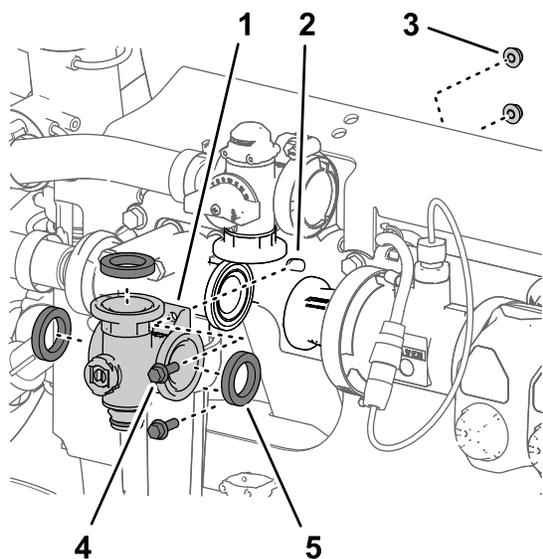
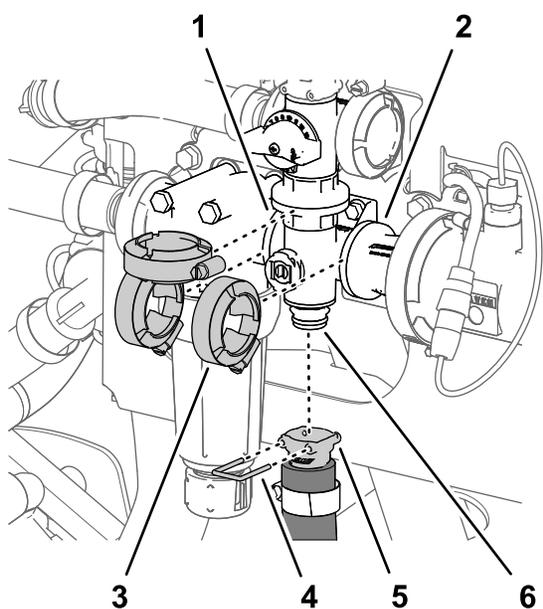

Рисунок 125
Рисунок 126
- Совместите фланец коллектора клапана перемешивания и 3 прокладки с фланцами перепускного клапана перемешивания, головки фильтра линии нагнетания и переходного соединителя (Рисунок 125 и Рисунок 126).
перемешивания, головке фильтра линии нагнетания и переходному соединителю (Рисунок 126) с помощью 3 фланцевых хомутов, снятых при выполнении действий, описанных в разделе Демонтаж коллекторного клапана перемешивания (страница 95).
5. Затяните 3 фланцевых хомута от руки (Рисунок 126).
6. Установите быстроразъемный соединитель шланга перемешивания на быстроразъемный штуцер коллектора клапана перемешивания при помощи штифта быстроразъемного соединения (Рисунок 126).